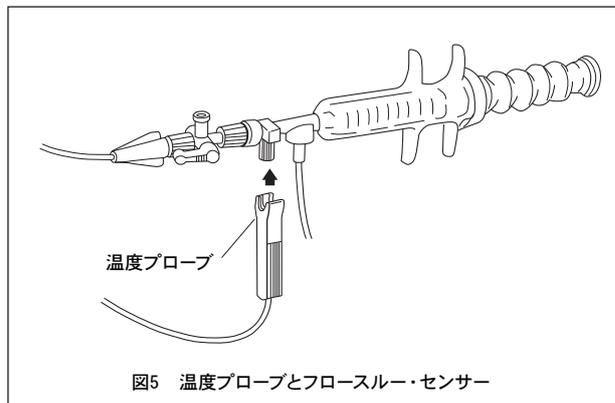

図5 温度プローブとフロースルー・センサー
- * 2. 温度プローブをフロースルー・センサーにカチッと音がするまで差し込みます（図5）。